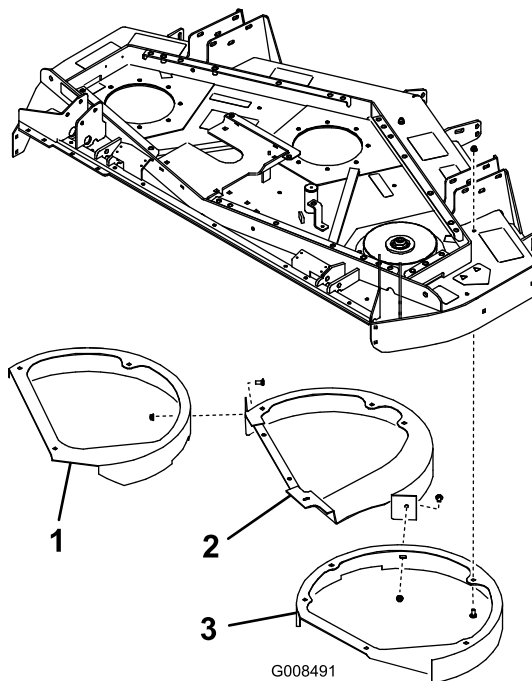

Figura 1
3. Montate senza serrare gli alloggiamenti della scocca sul lato inferiore della scocca del tosaerba con (12) bulloni a testa tonda da 5/16 x 3/4 pollici e dadi flangiati. Le teste dei bulloni devono essere posizionate all'interno del piatto di taglio. Collocate gli alloggiamenti come illustrato nella Figura 1.
4. Montate senza serrare gli alloggiamenti esterni all'alloggiamento centrale con (2) bulloni a testa tonda da 5/16 x 3/4 pollici e dadi flangiati (Figura 1).